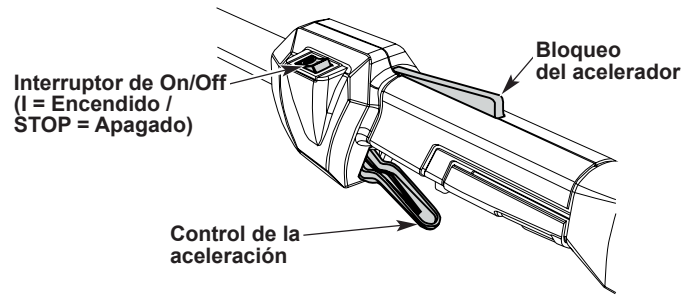

Fig. 7
**NOTA:** No hay necesidad de encender la unidad. El interruptor de On/Off está en la posición de On o encendido (I) en todo momento (Fig. 7).
7. Para aumentar la velocidad de corte del cortador, presione y sostenga el bloqueo del acelerador con una mano y luego apriete el control de la aceleración con la otra. Mientras más aprieta el control de la aceleración, más aumentará la velocidad de corte (Fig. 7).
2. Presione y sostenga el interruptor On/Off en la posición de Off o apagado (O) hasta que el motor llegue hasta una detención total (Fig. 7). Asegúrese que el aditamento de corte se haya detenido antes de poner a descansar la unidad.